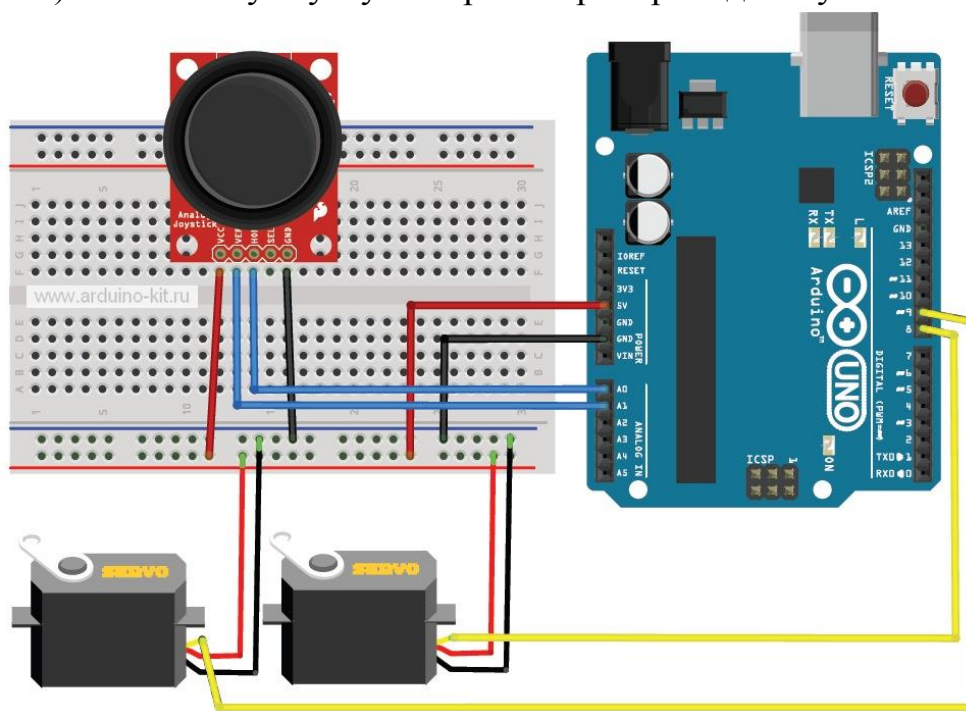

Рис. 18.2. Схема подключения платы джойстика и Pan/Title Bracket к Arduino
1. Подключаем джойстик к плате Arduino по схеме на рис. 18.2.
Создадим более понятный пример использования джойстика для управления положением кронштейна Pan/Tilt Bracket с двумя сервоприводами, на котором можно разместить, например, камеру и менять положение камеры влево/вправо и вниз/вверх с помощью джойстика. Схема соединений для данного эксперимента показана на рис. 18.2.